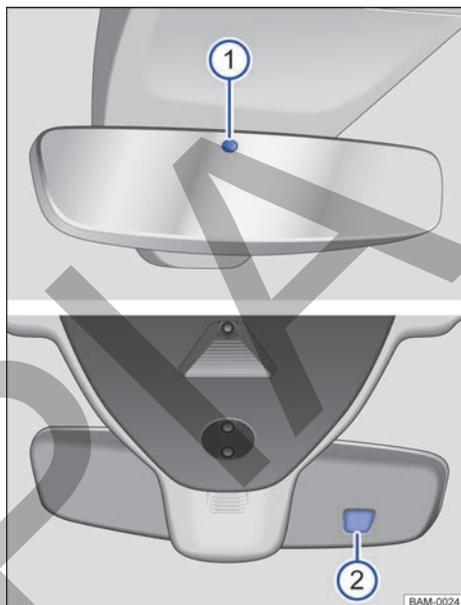

Fig. 96 En el parabrisas: retrovisor interior antideslumbrante automático.
Con el encendido conectado, los sensores miden la incidencia de la luz por detrás → fig. 96 ① y por delante ②.